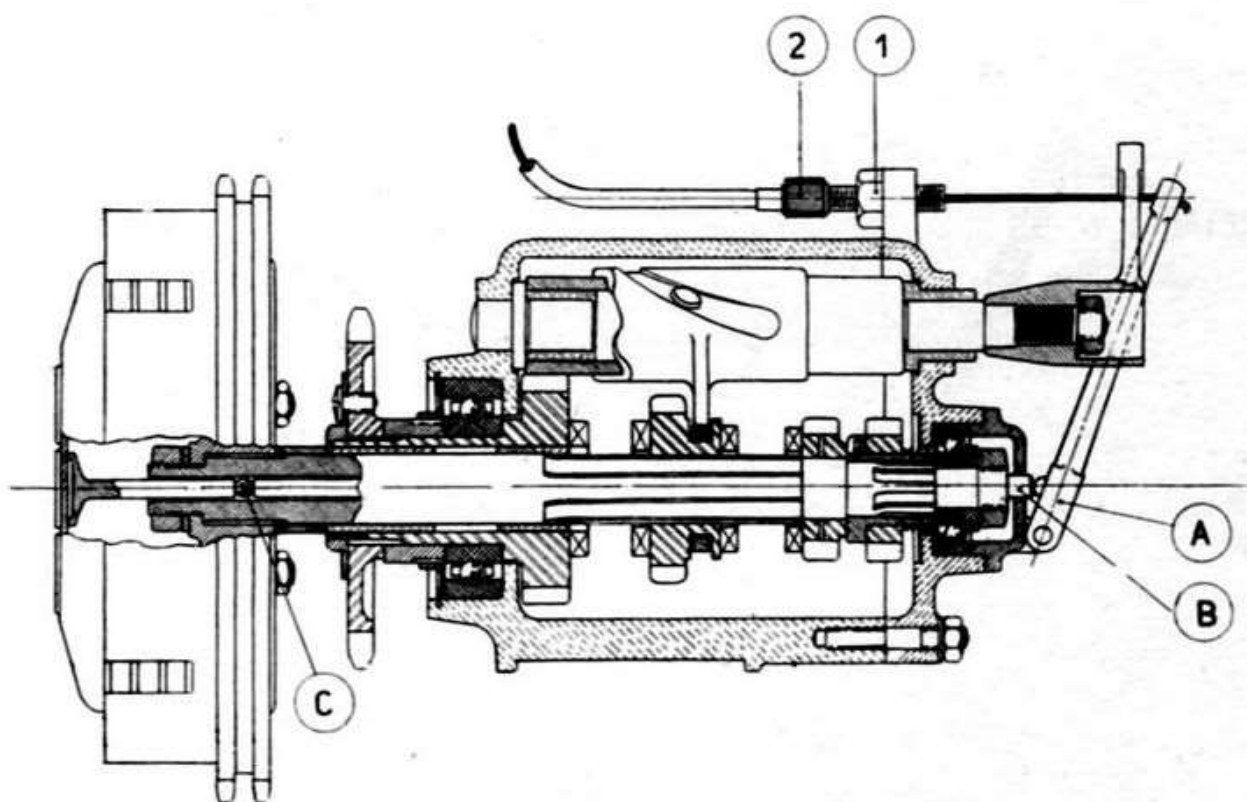

Fig. 17
È quindi necessario osservare periodicamente che tra il punto di contatto della leva A e l'asta B (fig. 17) esista un gioco da 5/10 a 8/10 di mm. Se i dati indicati non si verificassero, si ottengono allentando il dado (1) e manovrando il tendifilo (2) sino ad otte-